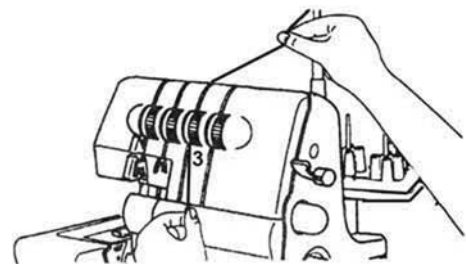

Abb.17
4. Halten Sie den Faden mit den Fingern fest, führen Sie ihn zwischen den Scheiben des Fadenspannungswählers 16 hindurch und ziehen Sie ihn dann nach unten (3) (Abb. 17).
① Hinweis: